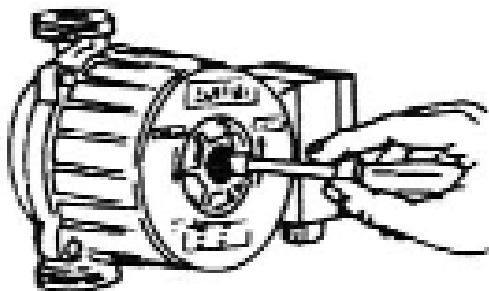
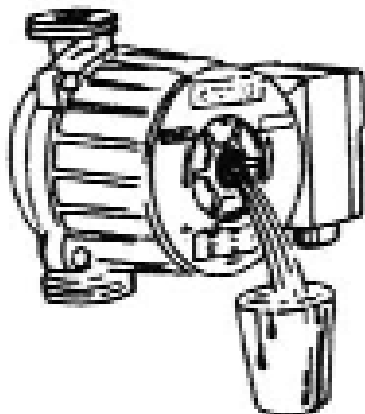

Рис. 2
Рис. 3
- Если необходимо удалить воздух из электродвигателя, медленно отворачивайте крышку выпуска воздуха (рис. 2). При выпуске воздуха возможно вытекание небольшого количества теплоносителя (рис. 3).
Перед очередным пуском циркуляционного насоса в начале зимнего сезона убедитесь в том, что приводной вал насоса не заблокирован отложениями солей жесткости. Если это произошло, то при холодном состоянии системы отверните крышку выпуска воздуха и проверните ротор с помощью отвертки в направлении вращения вала (рис. 2).